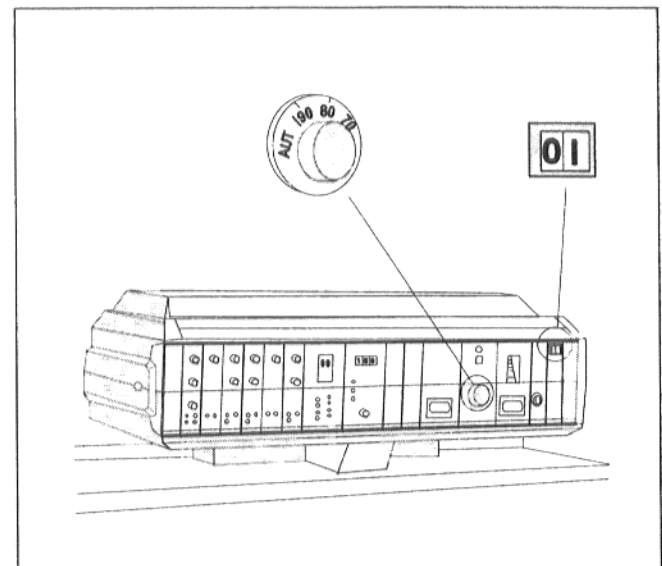

Fig. 2
- Mettre l'interrupteur de marche (fig. 2) en position (MARCHE)
- Ramener le régulateur de température (fig. 2) à la température souhaitée. En cas de régulateur Ecomatic, régler sur "AUT".
- Mettre l'interrupteur de marche (fig. 2) en position (ARRET).